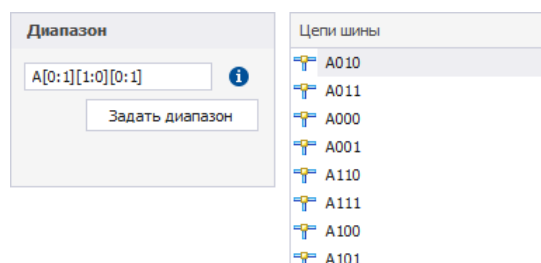

Рис. 186 Добавление диапазона
- матрицей – Prefix[Min:Max][Max:Min] или Prefix[Max:Min][Min:Max] и т.д., см. Рис. 186.